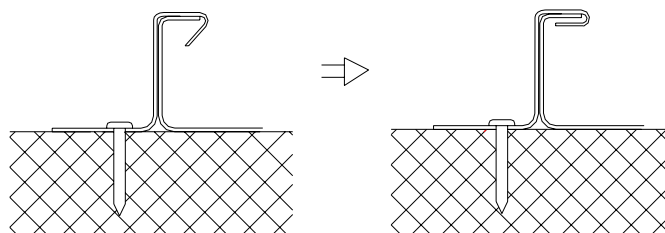

Abb. 4: Umlegen der Haftenvorderkante
- Nach dem Anbringen und Befestigen der Hafte die vordere Kante umlegen und an die Unterdeckung andrücken (Abb. 4)